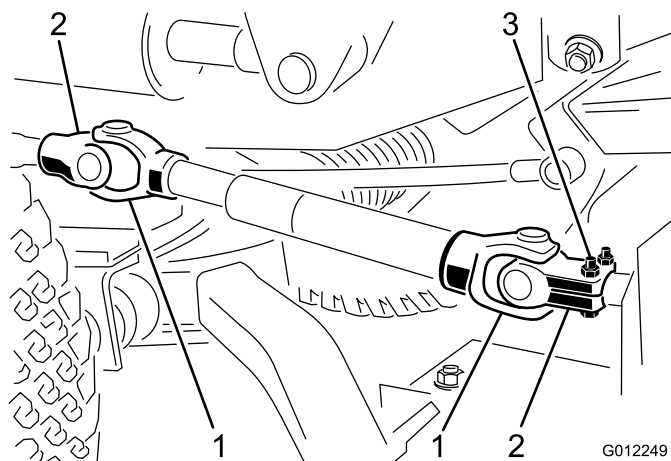

Figura 8
1. Alinee los taladros de la horquilla y del eje primario de la caja de engranajes. Deslice la horquilla sobre el eje y sujete los dos componentes con un pasador cilíndrico y 2 tornillos de caperuza (5/16 x 1-3/4 pulgadas) y contratuercas (5/16 pulgadas) (Figura 8).